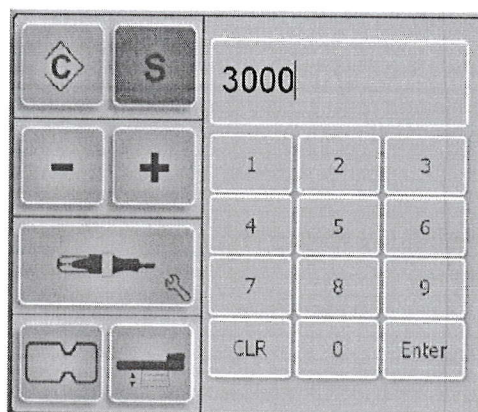

Рисунок 2-9: Окно для предварительной настройки счетчика обратного отсчета
- Окно для предварительной настройки счетчика обратного отсчета (Рисунок 2-9)
Эта кнопка позволяет задать начальное значение счетчика обратного отсчета в режиме "Обратный отсчет" и перейти в режим "Обратный отсчет". В режиме "Обратный отсчет" значение по умолчанию равно 3000. Чтобы изменить это значение, нажмите кнопку Set Countdown Counter. Появится новое окно с цифровой панелью (Рисунок 2-9). Введите новое значение и нажмите Enter, чтобы вернуться на главный экран. Для установки режима "Отсчет" оставьте цифровое поле пустым или введите "0", а затем нажмите Enter, чтобы вернуться на главный экран.